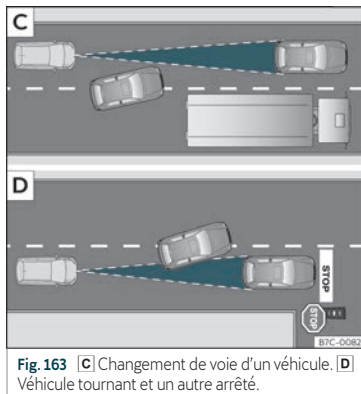

Fig. 163 [C] Changement de voie d'un véhicule. [D] Véhicule tournant et un autre arrêté.
- Véhicules changeant de voie pour aller sur la vôtre, à courte distance de votre véhicule » » **fig. 163** [C].
L'ACC peut ne pas réagir face à des véhicules arrêtés. Par ex., si un véhicule détecté par l'ACC tourne ou se détache et que devant ce dernier se trouve un véhicule à l'arrêt, l'ACC ne réagira pas face à celui-ci» **fig. 163**